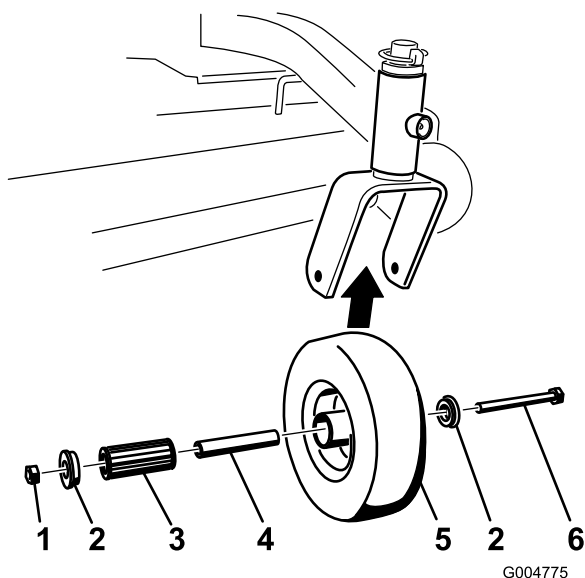

Figura 36
1. Togliete il dado di bloccaggio e il bullone della ruota che sostiene la ruota orientabile sulla forcella orientabile (Figura 36).
2. Togliete una boccola, quindi estraete la boccola chiave e il cuscinetto a rulli dal mozzo della ruota (Figura 36).
3. Togliete l'altra boccola dal mozzo della ruota e pulite via l'eventuale grasso o sporcizia presenti sul mozzo della ruota (Figura 36).
4. Ispezionate il cuscinetto a rulli, le boccole, la boccola chiave e l'interno del mozzo della ruota per verificarne l'usura. Sostituite eventuali parti difettose o usurate (Figura 36).
5. Per il montaggio, collocate una boccola nel mozzo della ruota. Lubrificate il cuscinetto a rulli e il cuscinetto chiave e fateli scorrere nel mozzo della ruota. Posizionate la seconda boccola nel mozzo della ruota (Figura 36).
6. Montate la ruota orientabile nella forcella orientabile e fissatela con il bullone della ruota e il dado di bloccaggio. Serrate il dado di bloccaggio finché la boccola chiave tocca in fondo l'interno delle forcelle orientabili (Figura 36).